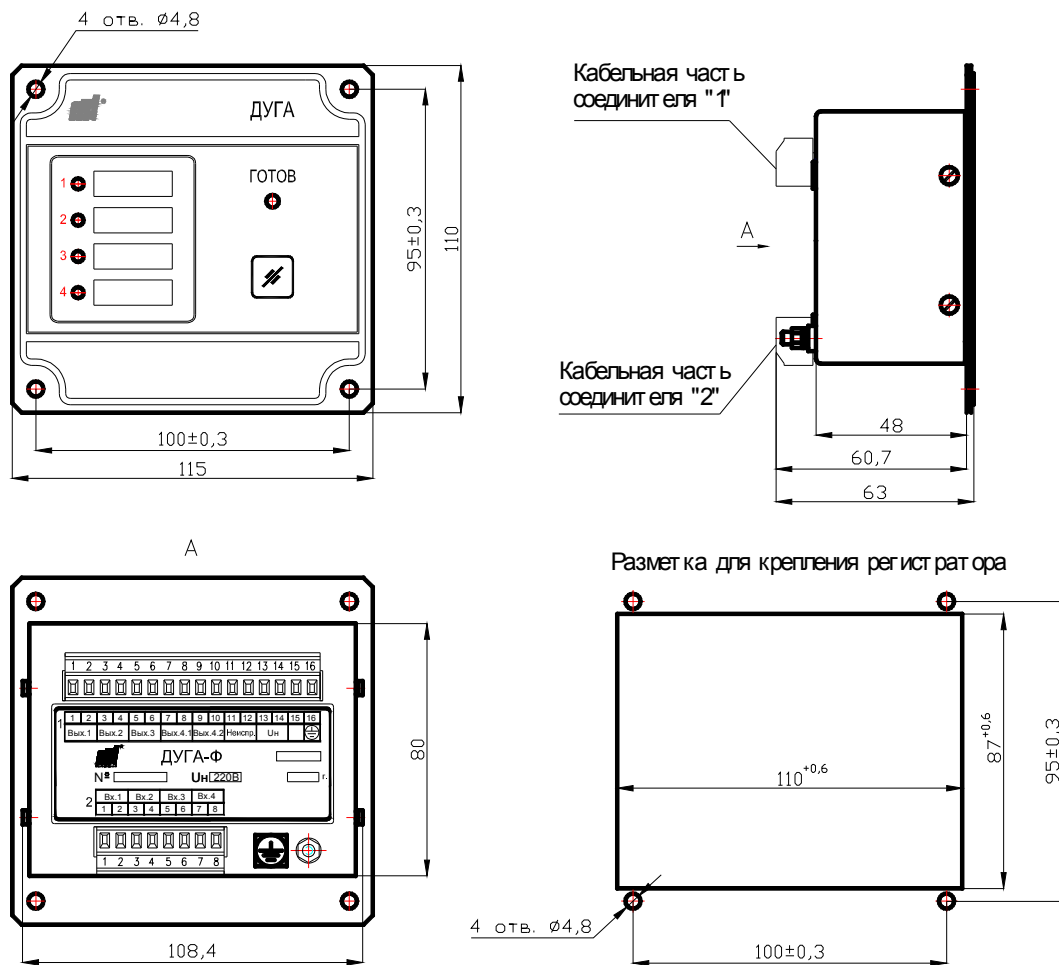

Рисунок 1 - Габаритные, присоединительные и установочные размеры регистратора
4.1 На передней панели регистратора (рисунок 1) расположены четыре светодиода с маркировкой соответствующего датчика "1" - "4" (таблица 2). Под ними расположен светодиод "ГОТОВ" и кнопка КВИТИРОВАНИЕ (мнемоническое изображение "").
6.3 Регистратор заземлить проводом сечением не менее 1,5 мм², подключаемым к зажиму заземления с маркировкой "⊕", расположенному на тыльной стороне корпуса регистратора (см. рисунок 1).